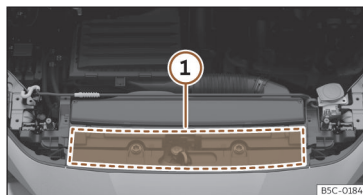

Fig. 221 No compartimento do motor: zona de localização da etiqueta de óleo do motor
tor >>> **Fig. 221** ①. Se utilizar o óleo do motor recomendado, é possível corrigir o nível do enchimento tantas vezes quantas forem necessárias.